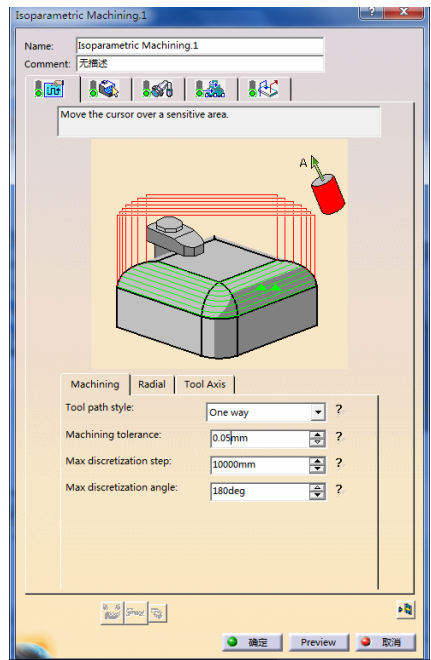

图 4-100 “Machining” 选项卡（4）
- 在“Machining”选项卡（4）的“Machine tolerance”文本框中输入“0.05mm”，如图 4-100 所示。